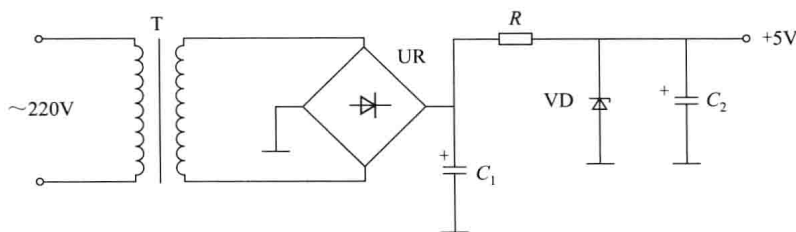

图 1-3 直流稳压电源电路
(1) 整机电路图 整机电路图是整机电路原理图的简称,指某电子产品的整机电气电路图。例如,直流稳压电源电路、晶体管收音机的整机电原理图等。图 1-3 所示为一个简单的直流稳压电源电路的电路图。通过阅读电路原理图,分析电路中电流及信号的“来龙去脉”,即可了解电路图对应设备的工作原理。